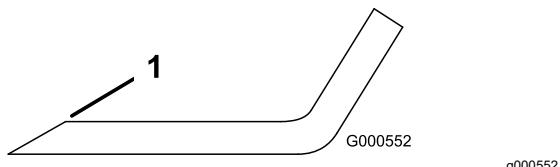

Figure 83
1. Au moyen d'une lime, aiguissez les tranchants aux deux extrémités de la lame (Figure 83).
**Remarque:** Si la lame est déséquilibrée, limez un peu l'extrémité de l'ailette seulement (Figure 83).